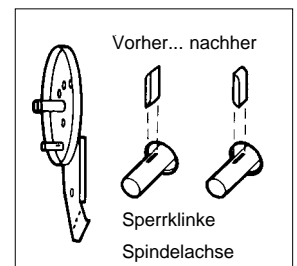

Abb. 8
- Ziehen Sie die Sperrklinken aus den rechteckigen Vertiefungen in der Spindelachse und drehen Sie sie um (siehe Abb. 8).